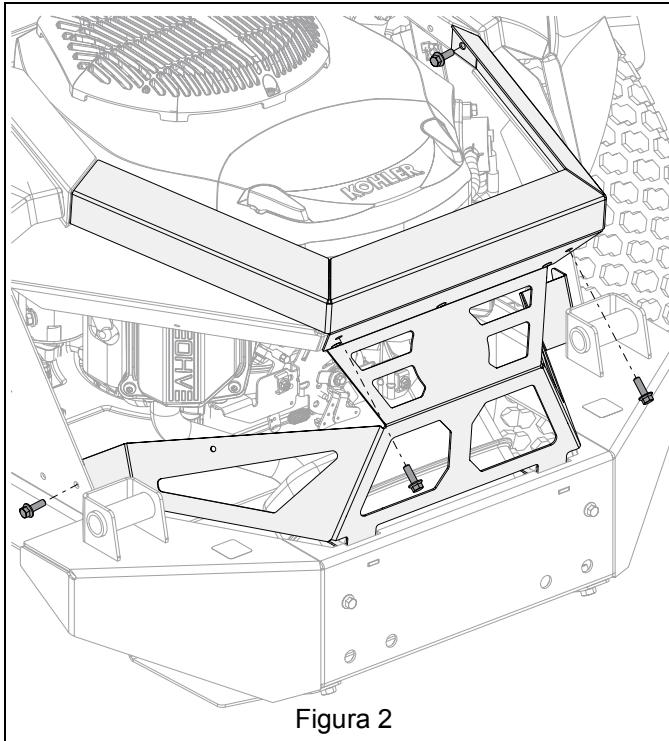

Figura 2
- Quite la tornillería que retiene la cubierta del motor y desmóntela. Consulte la Figura 2.
- Monte de nuevo la cubierta del motor y asegúrela con la tornillería original. Consulte la Figura 2.